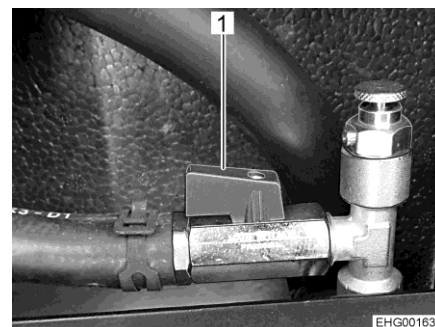

Fig. 171 Rubinetto a sfera (aperto)
- Posizionare la leva (Fig. 171,1) parallelamente alla tubazione.